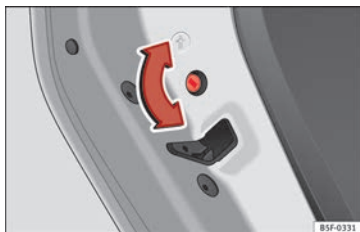

Fig. 36 Sistema de segurança para crianças na porta da esquerda
- Com a porta aberta, rode a ranhura com a chave do veículo no sentido anti-horário nas portas esquerdas »» **Fig. 36** e no sentido horário nas portas direitas.
- Com a porta aberta, rode a ranhura com a chave do veículo no sentido anti-horário nas portas direitas »» **Fig. 36** e no sentido horário nas portas esquerdas.